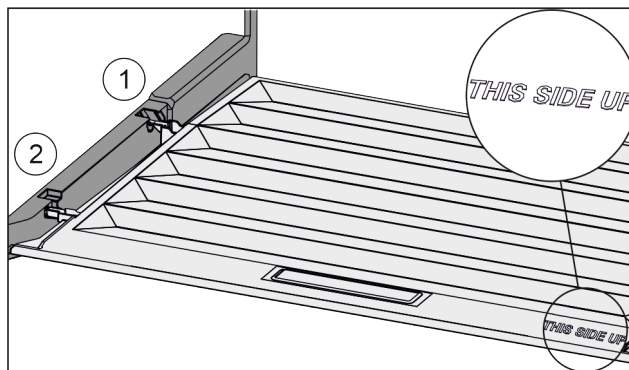

Fig. 76
- ▶ Prečke poklopca uvedite preko otvora stražnjeg držača Fig. 76 (1) i uglavite ih u držač Fig. 76 (2).